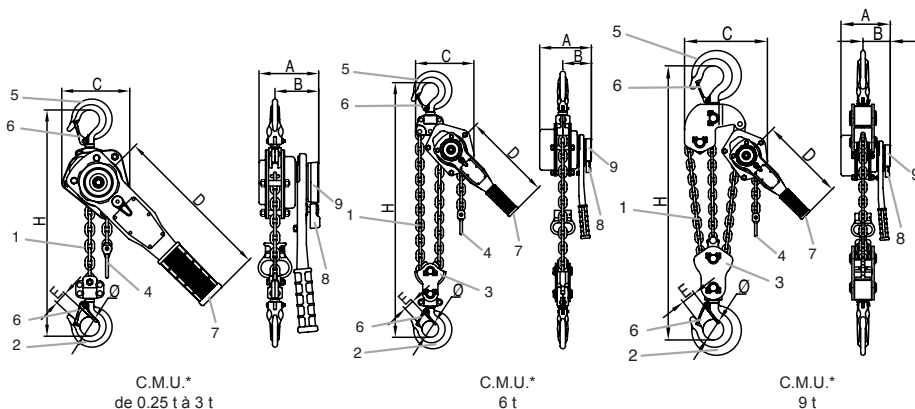

Fig. 1
Le palan bravo™ est fourni équipé d'une chaîne de levage (rep. 1, fig. 1) d'une hauteur standard de levée de 1.50 m. La chaîne de levage des modèles 0.5 t à 3 t est constituée d'un seul brin avec à son extrémité un crochet de levage (rep. 2, fig. 1). La chaîne de levage du modèle 6 t est constituée de 2 brins de levage et d'un crochet de levage mouflé (rep. 3, fig. 1).
L'extrémité libre de la chaîne est équipée d'une butée de fin de course basse (rep. 4, fig. 1).
1. Vérifier que le palan bravo™ est correctement suspendu à son crochet de suspension (rep. 5, fig. 1) et que le linguet de sécurité du crochet (rep. 6, fig. 1) est bien fermé (voir figures 2 et 3).
Le palan bravo™ est manœuvré au moyen d'un levier (rep. 7, fig. 1), actionné par l'opérateur en mouvement de va-et-vient pour lever ou descendre une charge, tirer ou appliquer une tension.